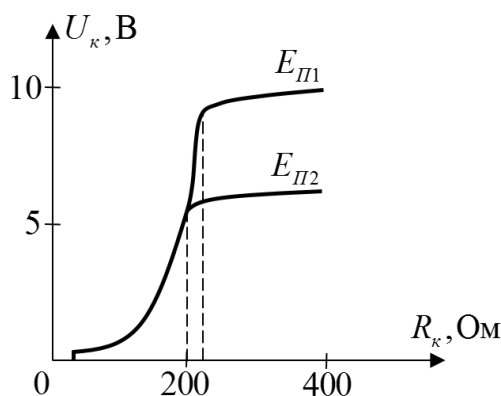

Рис.1.25
**1.61.** Какая нагрузочная характеристика  $U_{\kappa}(R_{\kappa})$  на рис.1.25 соответствует большему напряжению  $E_{\Pi}$ , если  $E_H, S, kR_{\text{э}} = \text{const}$ ? Рассчитать  $I_{\kappa 1}$  для обоих значений  $E_{\Pi}$  при  $R_{\kappa} = 150$  и  $400$  Ом. Изобразить характер зависимостей  $I_{\kappa 1}, P_1(R_{\kappa})$  для двух  $E_{\Pi}$ .